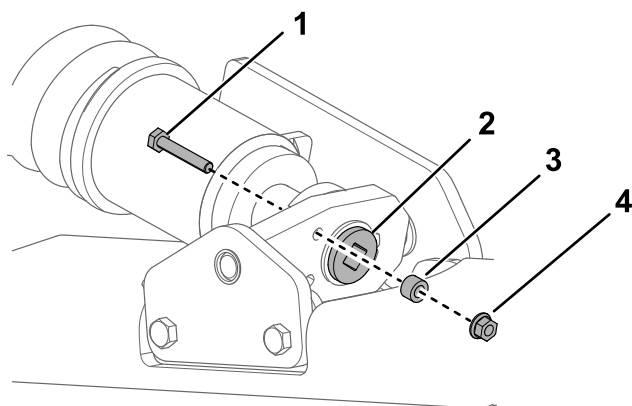
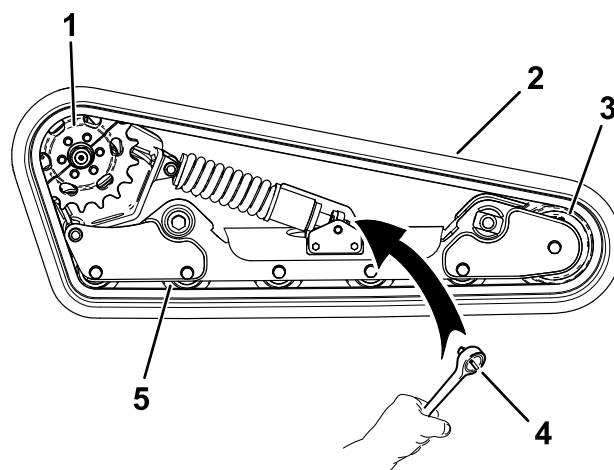

Figure 57
Figure 61
4. Enlevez le boulon de blocage, l'entretoise et l'écrou (Figure 57).
6. Alignez l'encoche la plus proche dans la vis de tension et le trou du boulon de blocage, et fixez la vis avec le boulon et l'écrou de blocage (Figure 57).
7. Enlevez le boulon de blocage, l'entretoise et l'écrou (Figure 57).
détendre la transmission (Figure 57 et Figure 61).
5. Galet de roulement (5)
9. Retirez les 3 boulons qui fixent la moitié de pignon qui n'est pas engagée sur la chenille (Figure 61).
14. Enroulez la chenille neuve autour de la roue avant, puis autour du moyeu d'entraînement sur le côté sans pignon (Figure 61).
15. Poussez la chenille sous et entre les galets de roulement, puis enroulez-la autour du cadre (Figure 61).